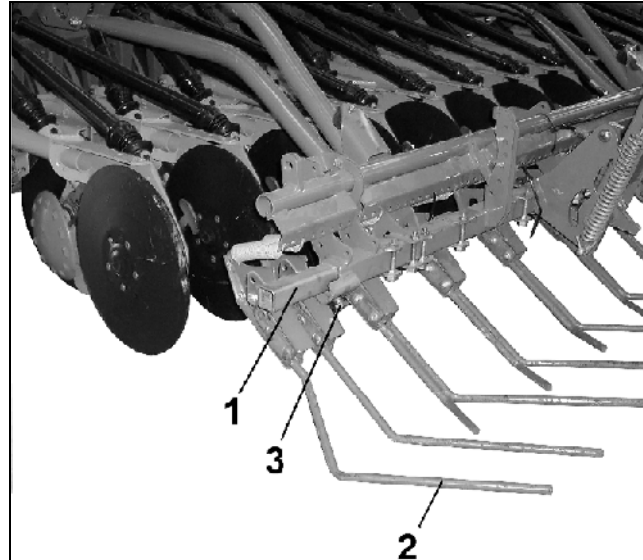

Fig. 27
Il coprisemi (Fig. 27) copre la semente depositata nel solco di semina in modo uniforme con la terra non compattata e livella il suolo.
- Gli strigliatori esterni (Fig. 27/2) devono essere impostati in modo tale che il terreno venga riportato indietro e si formi un letto di semina senza tracce.
- Maggiore è la velocità di marcia, più il tubo quadrato (Fig. 27/1) dovrà essere spostato verso l'esterno.
- I tubi quadrati con gli strigliatori esterni devono essere assicurati con le viti di bloccaggio (Fig. 27/3) al termine di ogni regolazione.